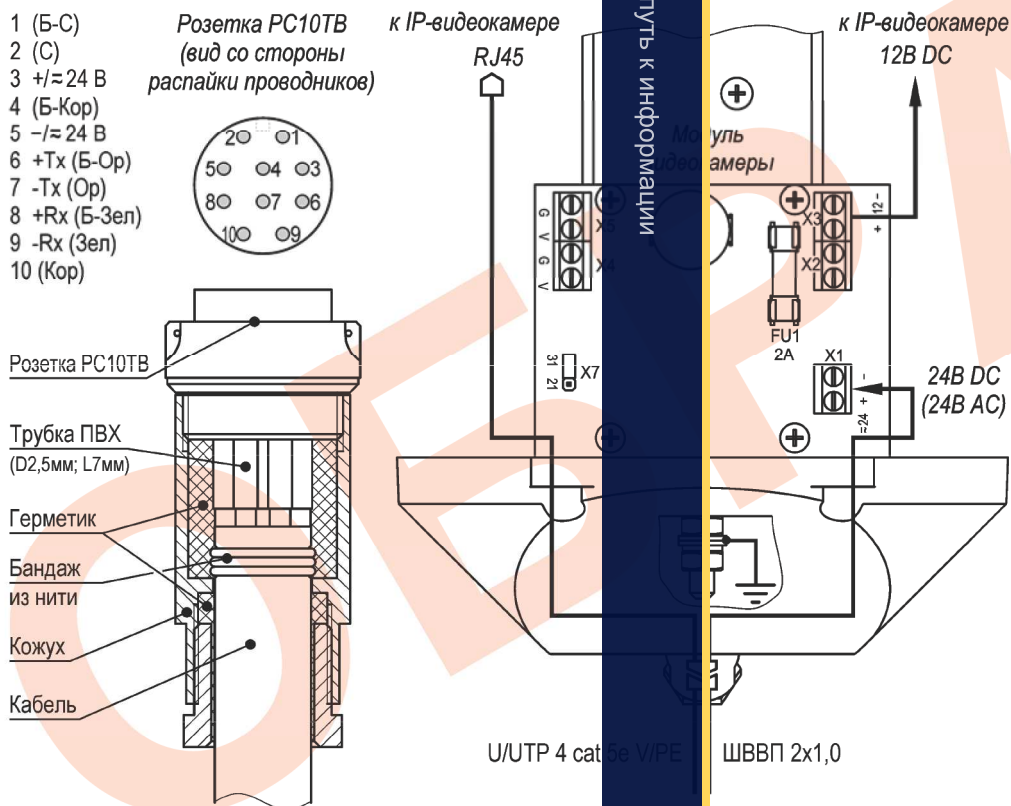

Рис.2 Распайка разъема PC10TV и схема подключения IP-видеокамеры
1. Распаять ответную часть разъема PC10TV согласно требованиям к электромонтажу в соответствии с рис.2. После распайки разъем заполнить герметиком кремнийорганическим.
5. При необходимости изменить мощность обогрева отключить 4 винта крепления задней крышки гермобокса, выдвинуть модуль видеокamеры из кожуха и установить джампер X7 в нужное положение (рис.2). Установить модуль видеокamеры гермобокс в кожух. Закрутить 4 винта крепления задней крышки с усилием $5\pm 0,5$ Нм.
Предприятием изготовителем джампер Х7 установлен в положение «31» - мощность обогрева 31 Вт, для изменения мощности на 21 Вт джампер Х7 необходимо переставить в положение «21» (см. рис.2).